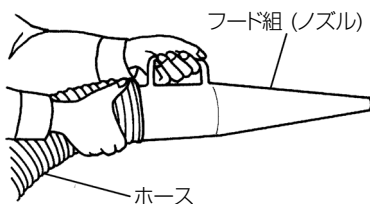

図 13
- (1) 吐出口に取付けたホースの先端に別売品のフード組（ノズル）を取付けます。（図 13）